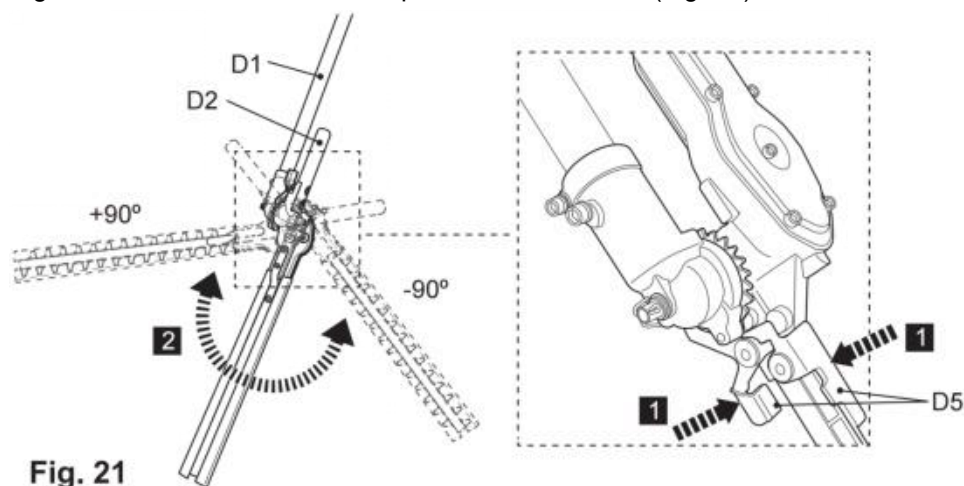

Fig. 21
5) Premere le leve di sblocco (D5) per disinnestare il sistema di denti (D6) e regolare la testa della lama nella posizione desiderata (Fig. 21).